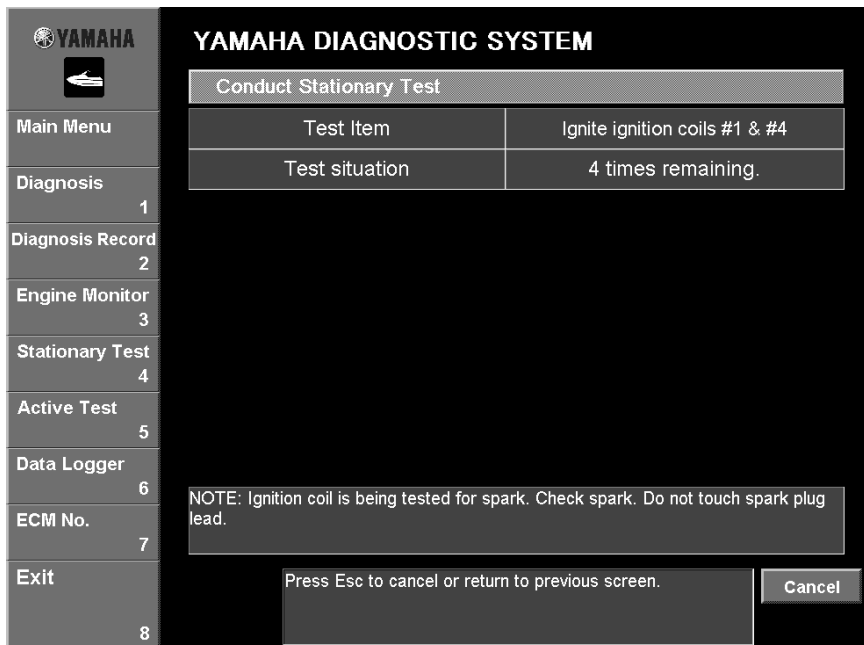

Fig. 43
6. While checking the information that appears in the **Test situation** column, follow the test instructions in the messages that are displayed. (See fig. 43.)
7. To stop the stationary test, click the **Cancel** button. (See fig. 43.)
6. Tout en vérifiant les informations qui s'affichent dans la colonne **Test situation**, suivre les directives données par les messages affichés (voir la fig. 43).
7. Pour arrêter le test fixe, cliquer sur le bouton **Cancel** (voir la fig. 43).
6. Während Sie die Information, die in der **Test Situation** Spalte erscheint, überprüfen, befolgen Sie die angezeigten Anleitungen für den Test. (Siehe Abb. 43.)
7. Um den Test im Ruhezustand abzubrechen, klicken sie auf **Cancel**. (Siehe Abb. 43.)
6. Mientras comprueba la información que se muestra en la columna **Test situation**, siga las instrucciones de prueba indicadas en los mensajes que aparecen. (Ver fig. 43.)
7. Para interrumpir la prueba estática, haga clic en el botón **Cancel**. (Ver fig. 43.)